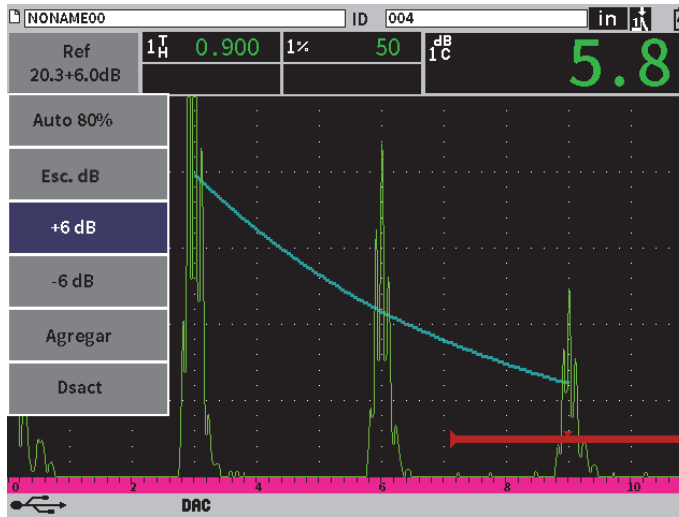

Figura 11-11 Curva DAC estándar con ganancia de escaneo 6 dB
2. Ajuste la ganancia, ya sea con el incremento de aumento (grueso) o reducción (fino), o también puede usar el botón **+6 dB** o **-6 dB** para aumentar o disminuir la ganancia de escaneo respectivamente (vea la Figura 11-11 en la página 190).